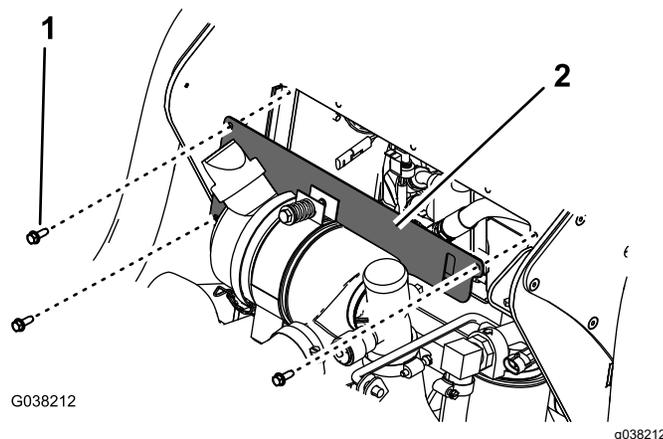

Рисунок 35
3. Совместите отверстия в плоской крышке (Рисунок 35) с отверстиями в передней части рамы панели управления.